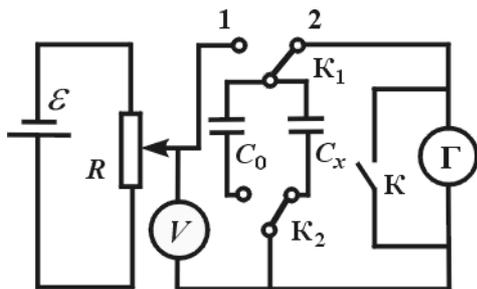

Рис. 3.25
Описание установки. Схема установки для определения емкости конденсатора баллистическим методом приведена на рис. 3.25. При замыкании
1. Соберите схему согласно рис. 3.25. Переключатели K_1 и K_2 поставьте в положение 1. Подготовьте электронный цифровой прибор М890G для измерения постоянного напряжения до 2 В. Включите источник тока \mathcal{E} . Перемещением подвижного контакта потенциометра R установите напряжение, которое подводится к конденсаторам C_0 и C_x , не более 1 В.
6. Определите емкость конденсаторов C_{x1} и C_{x2} по формуле (9).